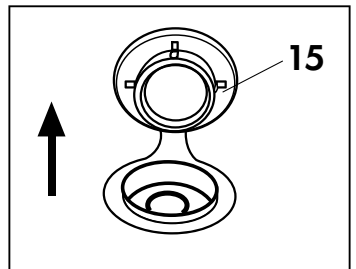

Fig. 8
Verser de l'eau du robinet ou des détergents non mousseux dans le réservoir prévu à cet effet en soulevant le bouchon (15) (Fig. 8)